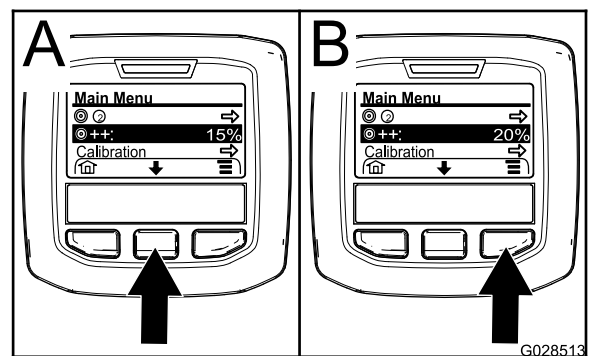

Figura 68
2. En caso necesario, pulse el botón de selección central para destacar el aumento del caudal de aplicación (Figura 68).
Nota: El icono para el aumento del caudal de aplicación mostrará dos signos de (+) a la derecha de una diana (Figura 68).
3. Pulse el botón de selección derecho (Figura 68) para elevar el porcentaje de aumento en incrementos del 5% (máximo del 20%).